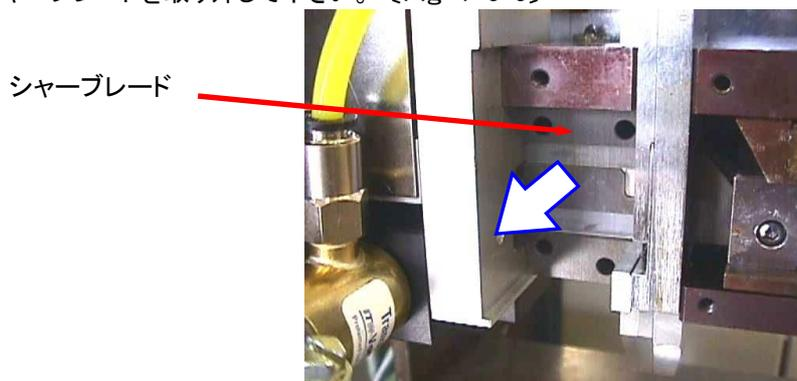

Fig 7-3-3
- ③ シャーブレードを取り外して下さい。 [Fig 7-3-3]